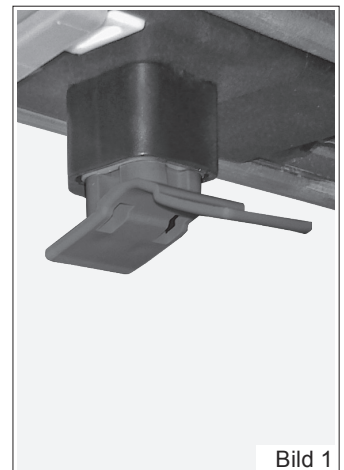
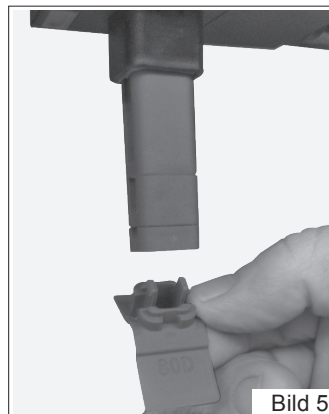
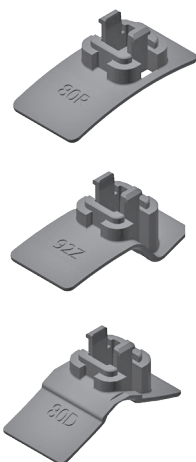

Bild 1
Bild 5
Bild 7
(Bild 1) vorhanden ist!
- 5.6 Wenn die Option Pakethöhenausgleich gewählt wurde, ist der obere Endpunkt nicht über die manuell einstellbare Endlage des Motors voreingestellt. In diesem Fall ist ein Kunststoffteil am Auflaufpilz des Motors aufgesteckt (Bild 1). Beim Probelauf unbedingt prüfen ob der graue Kunststoffteil (Bild 7) vorhanden ist. Ein Fehlen dieses Teiles hätte die Beschädigung des Behanges zur Folge. Bei VoroRaff und ResaRaff werden die Elemente ohne Pakethöhenausgleich ausgeführt. Der obere Endpunkt (Pakethöhe) ist über die obere Endlage des Motors voreingestellt. Hier gibt es keine Notabschaltung.
- 8.3.3 Klipsen Sie den Teil mit der Lamellenform ab und die entsprechenden Verlängerungen auf (verfügbar mit 24 mm, 12 mm, 6 mm). Danach auch den Formteil wieder aufklipsen (Bild 5). Die Formteile sind mit „80R“, „80D“, „92Z“ beschriftet. Die Beschriftung bzw. der längere Schenkel des Formteiles muss in Richtung außen (Straßenseite) zeigen (Bild 7).
- 8.3.5 Der Teil mit der Lamellenform (Bild 7) darf nicht gänzlich entfernt werden, da kein oberer Endpunkt am Motor eingestellt ist.